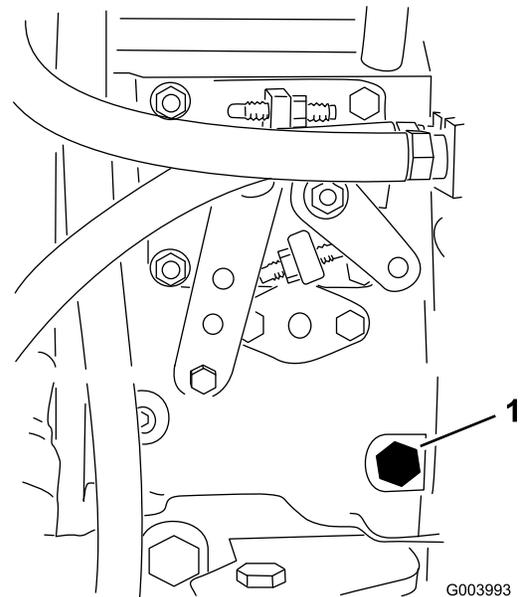

Bild 30
3. Öffnen Sie die Entlüftungsschraube an der Kraftstoffeinspritzpumpe (Bild 30) mit einem 12 mm Schraubenschlüssel.